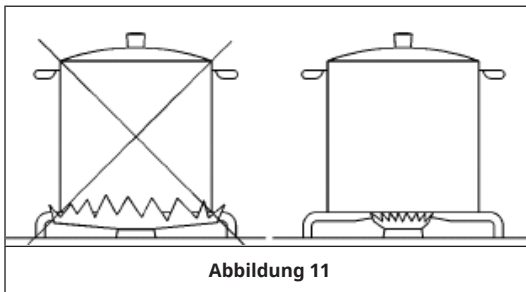

Abbildung 11
- Verwenden Sie für jeden Brenner die richtige Topf-/Pfannengröße (nur mit flachem Boden) (siehe nachfolgende Tabelle und Abbildung 11).